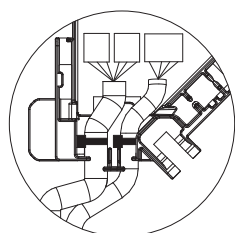

Fig. 5-16
- Zorg ervoor dat de band die de verbindingsbedrading van de i-See-sensor en de signaalontvanger zekert, zich binnen de schakeldoos bevindt. (Fig. 5-16)